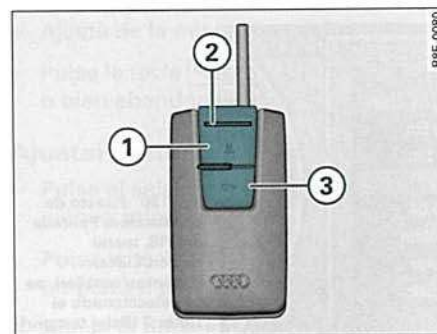

Fig. 133 Control remoto para calefacción / ventilación estacionaria
- Pulse la tecla de activación $\Rightarrow$ página 132, fig. 133 ①, hasta que se encienda el testigo de control ②. La función **Heizung Ein** (Conectar calefacción) o bien **Lüftung Ein** (Conectar ventilación) está activada.